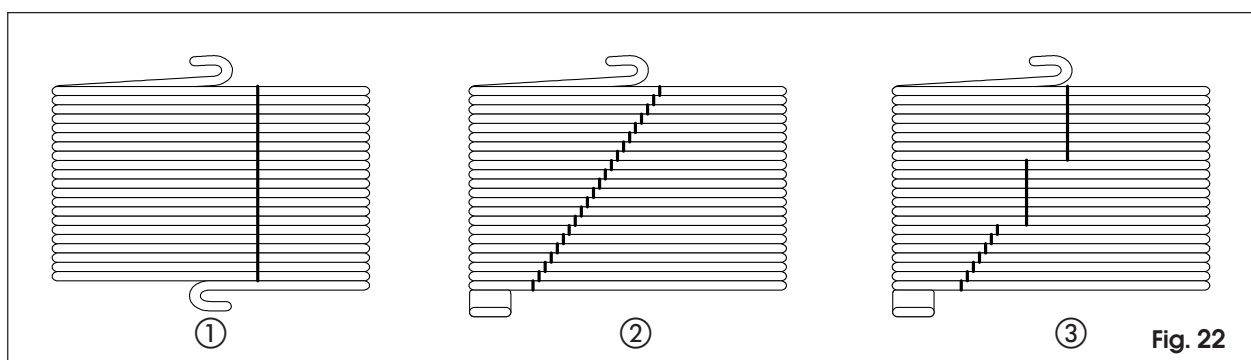

Fig. 22
- 1) De deur sluiten en een verticale lijn op de veer tekenen (fig. 22 ref. 1);
Als de kromming niet uniform is over de hele lengte van de veer (fig. 22 ref. 2), maar onderbroken is (fig. 22 ref. 3) moet de veer worden gesmeerd met een specifiek vet voor glijmechanismen.